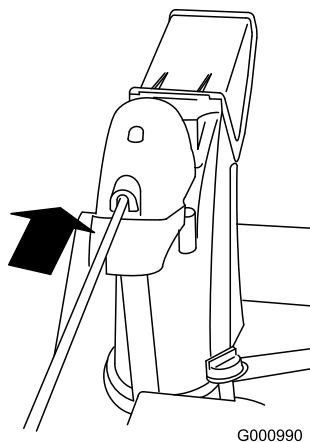

Bild 16
4. Setzen Sie das vordere Ende der Stange in die Öffnung hinten an der Getriebeabdeckung des Auswurfkanals, bis es in das Auswurfkanalgetriebe gleitet (Bild 16).